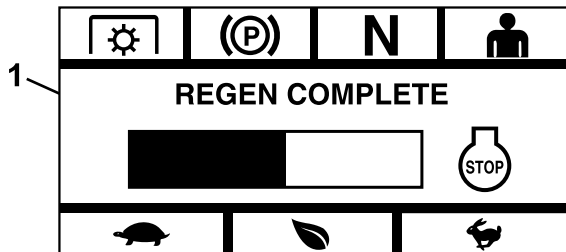

Bild 17
- **Complete [Abgeschlossen]:** Wenn der Prozess erfolgreich abgeschlossen wird, zeigt das Modul den Bildschirm „Regen Complete“ [Regeneration abgeschlossen] an (Bild 17). Dieser zeigt eine Balkenanzeige mit einem 5-Minuten-Countdown.